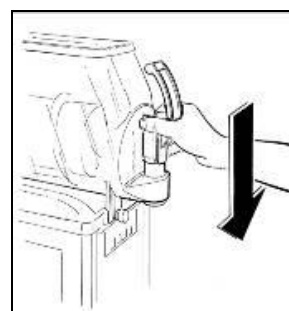

Fig. 18
- **V**uelva a montar el grifo (fig.18) aplicando la grasa de vaselina en las empaquetaduras para facilitar el deslizamiento del mismo en su asiento hasta la completa introducción.